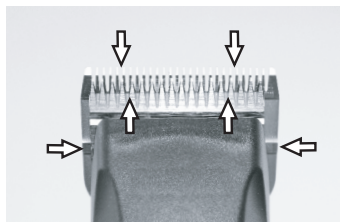

Fig. 24
Para conseguir un buen resultado de esquila y para alargar la duración de la esquiladora, es imprescindible aplicar una fina capa de aceite sobre las cuchillas superior e inferior (fig. 24).
- ▶ Lubrique los peines suficientemente durante el esquila (como mínimo cada 15 minutos), para que no marchen en seco (fig. 24).
Es necesario lubricar los peines antes, durante y después de cada uso. Si los peines dejan rayas, es una señal segura que necesitan aceite. Aplique algunas gotas de aceite de frente y lateralmente de los peines (flechas fig. 24). Quite el aceite sobrante por un pañuelo suave y seco. Aerosoles lubricantes no contienen suficientemente aceite para una buena lubricación, pero son convenientes para la refrigeración de los peines. Cambie de inmediato peines dañados o dentados a fin de evitar heridas.